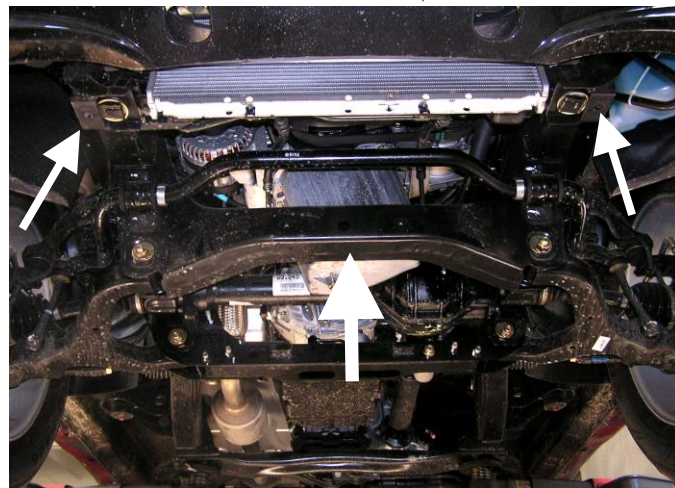

Рис.1
2. Наложить кронштейн 4 на подmotorную балку и закрепить на него панель 1 как показано на рис.1 и 2 штатным крепежом.